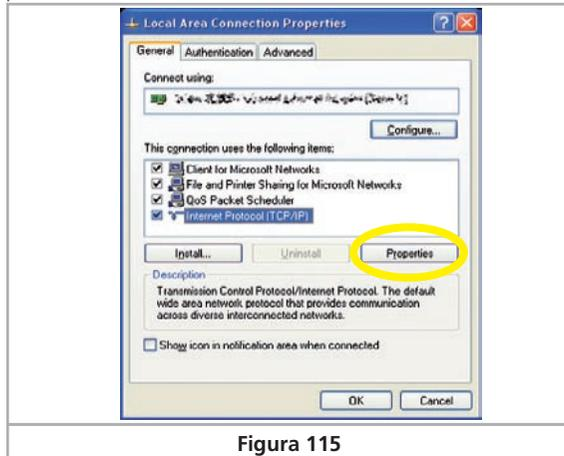

Figura 115
- Haga doble clic con el ratón sobre su conexión. La ventana de diálogo siguiente se abrirá (ver Figura 115).